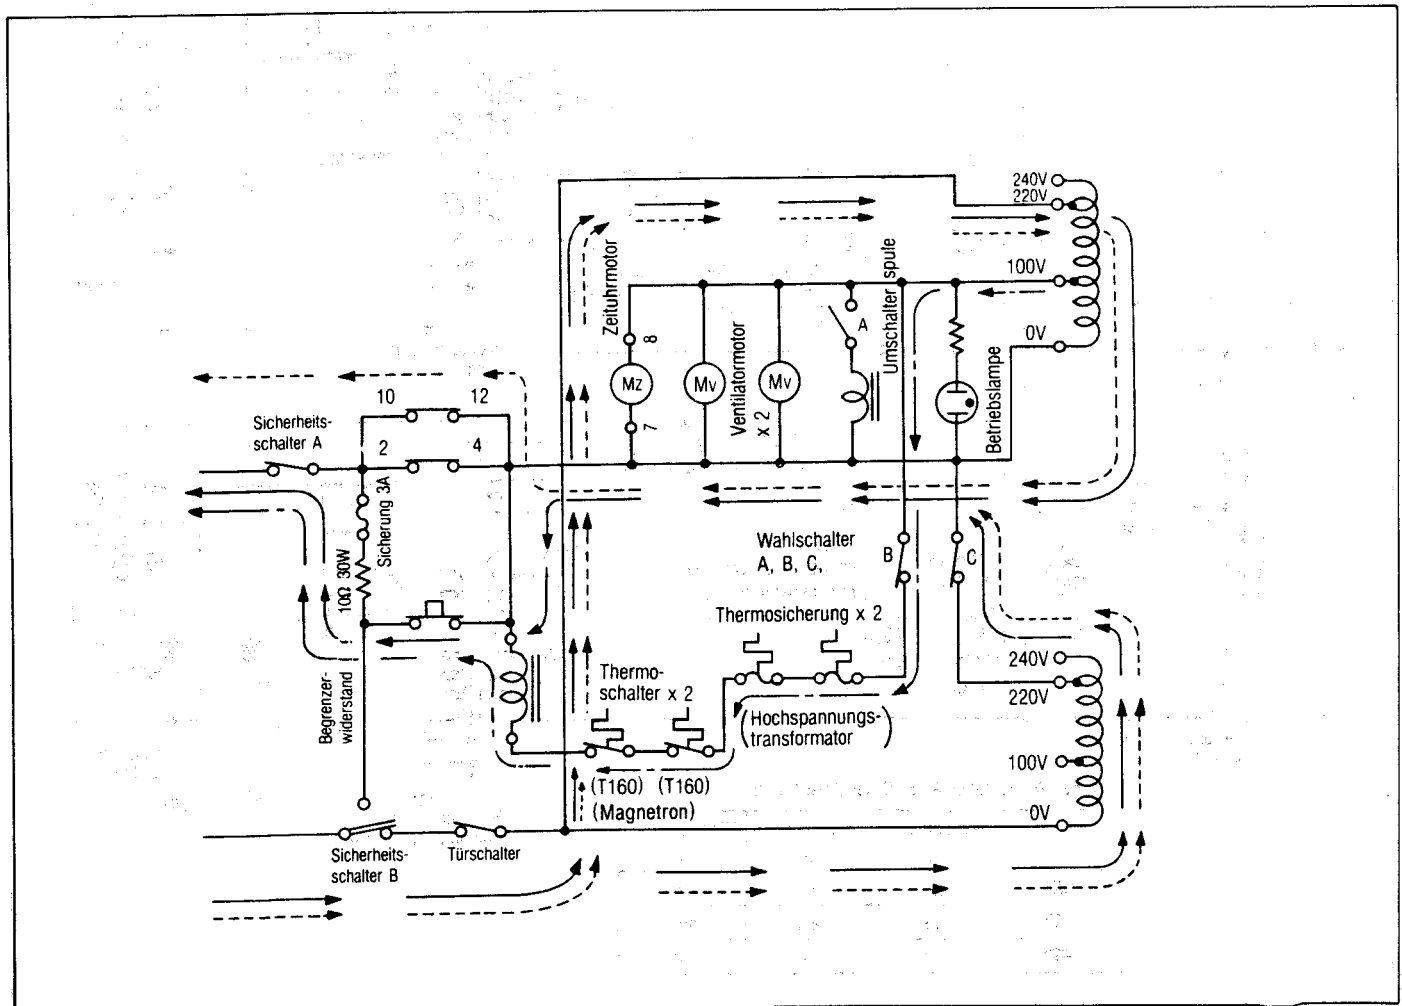

Abb. 3
- (A) Die Zeitschalterkontakte schließen.
- (B) Die Garraumlampen schalten ein.
- (A) Gemäß der durchgezogenen Linie in **Abb. 3** (—→) werden 220 V über Sicherheitsschalter B, Türgriffschalter, Startschalter, 3A-Sicherung, usw. an die Primärwicklung des vorderen Hochspannungstrafos sowie an den 10-Ohm-Begrenzungswiderstand geführt. Durch den Begrenzungswiderstand wird der Einschaltstromstoß in diesem Augenblick auf einen Wert reduziert, der die Haussicherung bzw. die Gerätesicherung nicht zum Ansprechen bringt.
- (B) Gemäß der unterbrochenen Linie in **Abb. 3** (---→) werden 100 V AC vom Abgriff des vorderen Hochspannungstrafos über Wahlschalter B, doppelte Thermosicherungen und doppelte Thermoschalter an die Leistungsrelaisspule geführt. Das Relais wird erregt, und die Kontakte 10-12 sowie 2-4 schließen.
- (C) Sobald die Kontakte 10-12 und 2-4 des Leistungsrelais schließen, werden beide Hochspannungstrafos mit 220 V AC versorgt. Siehe die gestrichelte Linie in **Abb. 3** (-----→). Das Magnetron beginnt zu schwingen.